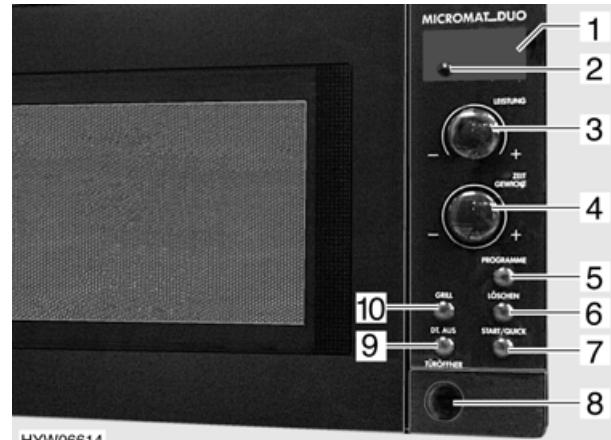

Bild 73 Bedienelemente für Mikrowellengerät
- Taste zum Öffnen der Tür (Bild 73,8) drücken und Lebensmittel in den Garraum stellen.
- Am Drehregler (Bild 73,3) Leistung wählen.
- Am Drehregler (Bild 73,4) Garzeit wählen.